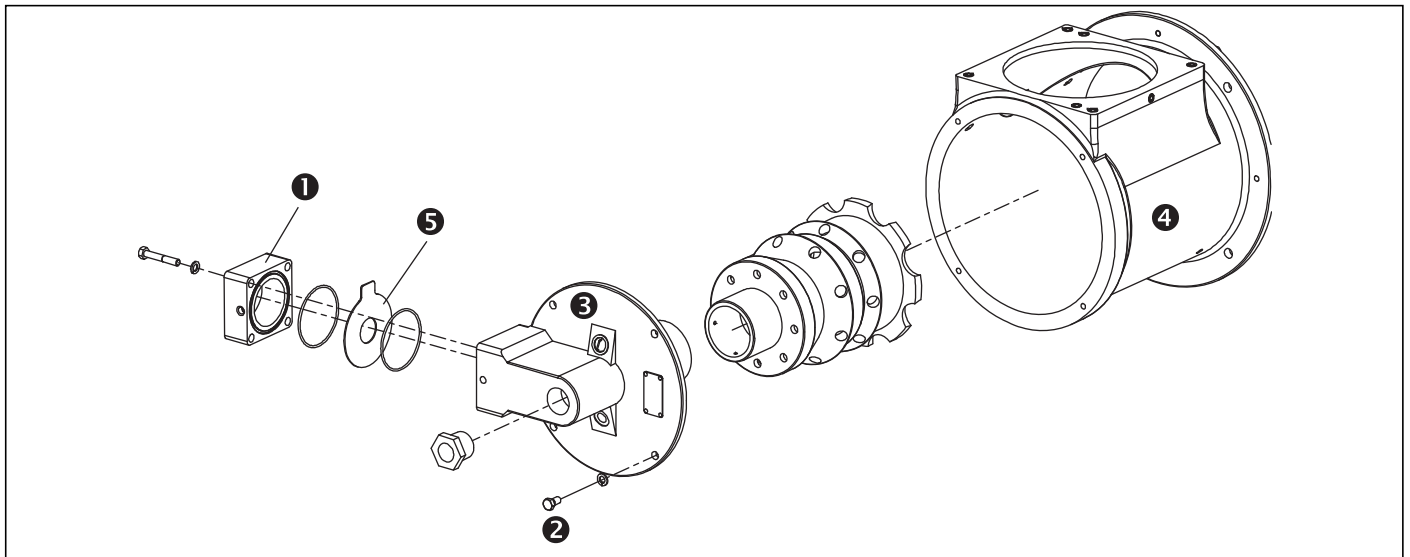

Abbildung 5.1
6. Entfernen und reinigen Sie die Drosselblende ⑤, Siehe Abbildung 5.1.
Die Düse und das Brennerrohr können überprüft werden, ohne dass der Brenner von der Brennkammerwand entfernt oder die Brennkammer betreten werden muss.. Siehe Abbildung 5.1. Führen Sie folgende Schritte durch: